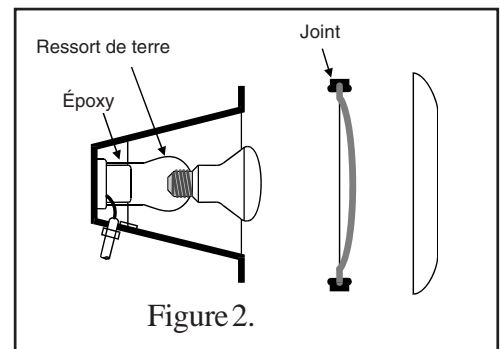

Figure 2.
4. Démontez l'appareil d'éclairage et retirez l'ampoule. Ôtez le vieux joint et s'en débarrassez, cf. Figure 2.
4. Démontez l'appareil d'éclairage et retirez l'ampoule. Ôtez le vieux joint et s'en débarrasser, cf. Figure 2.